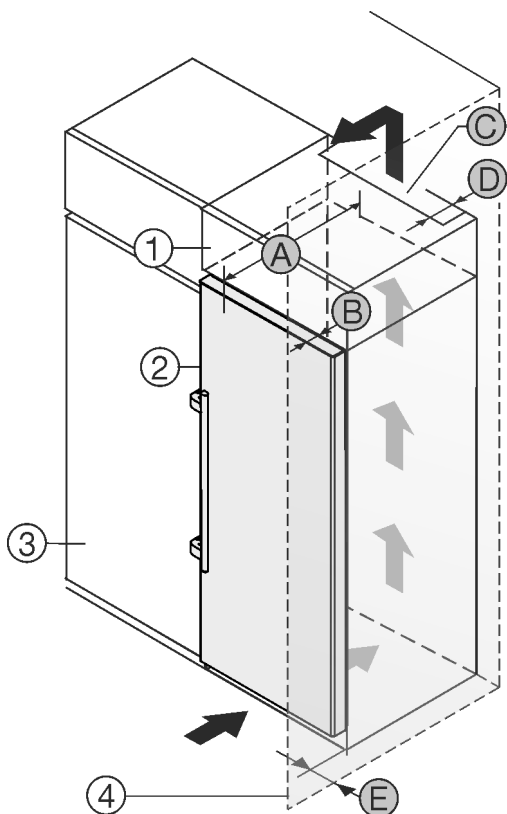

Fig. 2
Můžete přístroj nainstalovat přímo vedle kuchyňské skříňky Fig. 2 (3) .\*
Na zadní straně nástavné skříňky musí být větrací šachta hluboká Fig. 2 (D) přes celou šířku nástavné skříňky.\*
Pod stropem místnosti musí být dodržen ventilační průřez Fig. 2 (C) .\*
Když přístroj instalujete závěsy vedle stěny Fig. 2 (4) , musí být vzdálenost mezi přístrojem a stěnou minimálně 57 mm . To odpovídá přesahu madla při otevřených dveřích.\*
Aby bylo možné dvířka plně otevřít, musí přístroj přesahovat o hloubku dvířek Fig. 2 (B) vůči přední linii kuchyňské skříňky. V závislosti na hloubce kuchyňských skříňek Fig. 2 (3) a použití vymezovačů odstupu od stěny může přístroj vyčnívat dále.\*